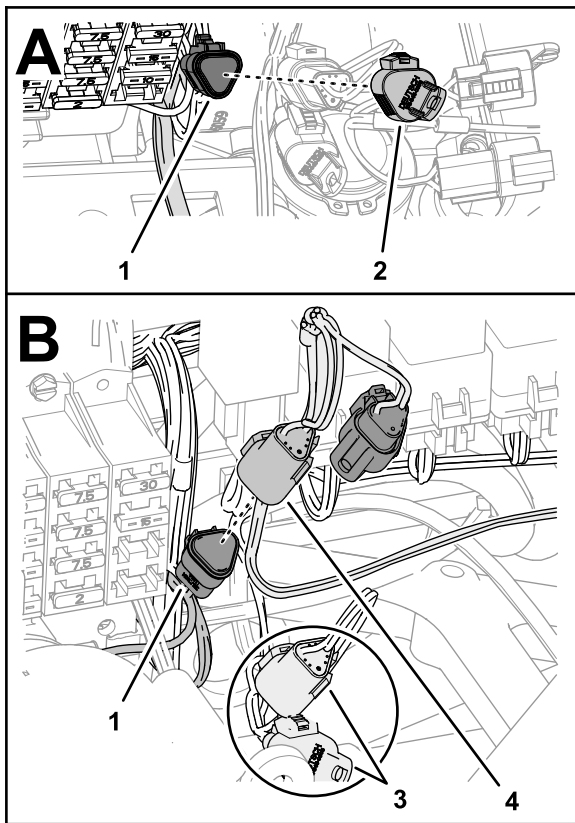

Figura 202
1. En el bloque de fusibles, retire el tapón del conector hembra de 3 vías marcado CAN BUS DIAGNOSTICS del arnés de cables de la máquina (Figura 202).
2. Enchufe el conector de 3 pines marcado TO TORO CANBUS del arnés del Bus ISO-CAN en el conector hembra de 3 vías marcado CAN BUS DIAGNOSTICS del arnés de cables de la máquina (Figura 202).